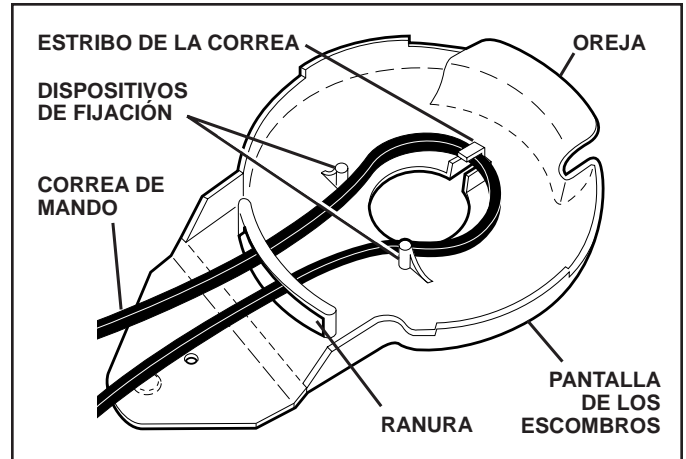

FIG. 20
- Colocar la nueva correa de mando en el estribo de la pantalla de los escombros. Asegurarse de colocar la correa entre los dispositivos de fijación de la correa y las ranuras como mostrado (Vea Fig. 20).